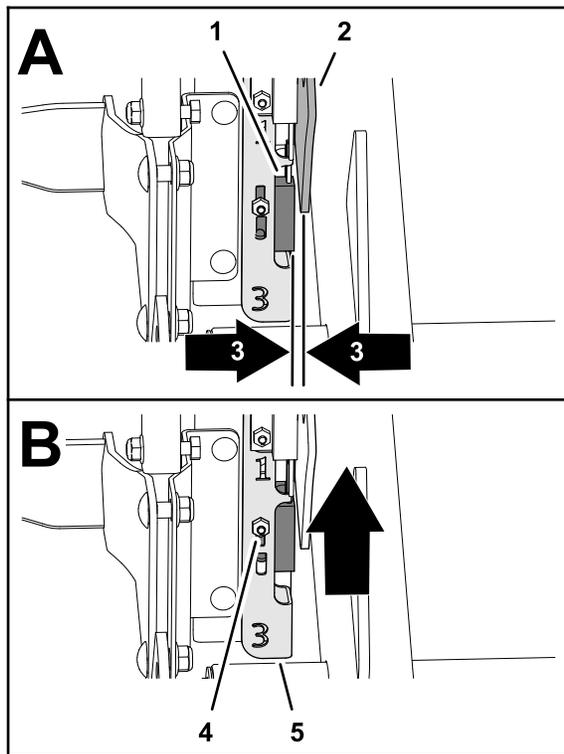

図 33
3. 近接スイッチアセンブリH フレーム外側とターゲットプレートとの距離が 1.5 mm 以内であることを確認する。 図 33
5. 必要に応じ、スイッチ取り付けプレートを固定しているロックナットとキャリッジボルトをゆるめて一番高い位置にプレートを移動する 図 33。
6. ロックナットを締めつける 図 33。